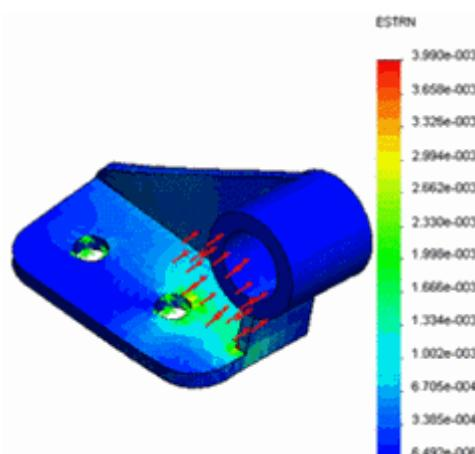

Рис. 1.7. Перегляд деформацій деталі
10.2. Двічі натиснути **Деформація (еквівалентна)** для відображення епюри. Якщо епюра не існує, створіть її епюру (рис.1.7).